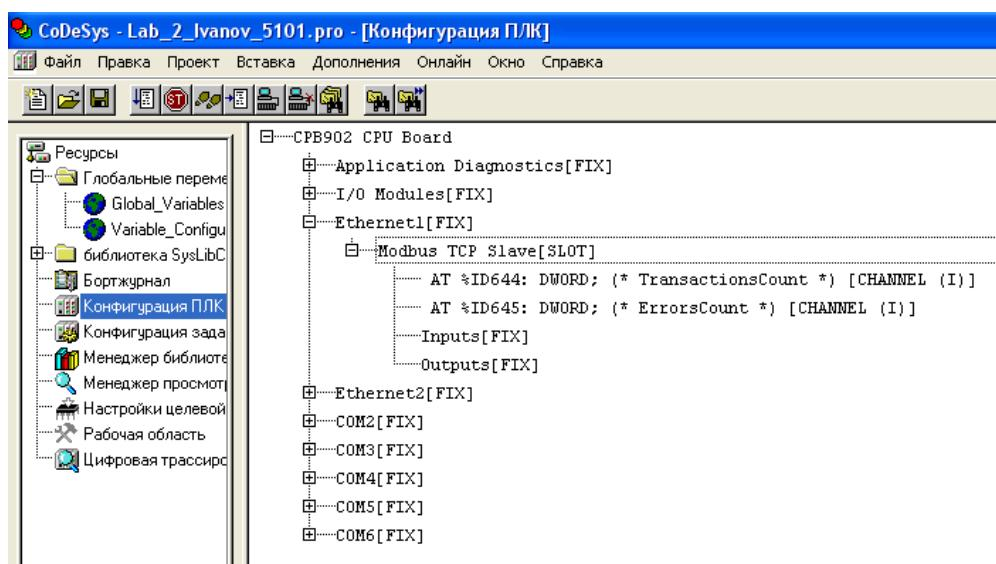

Рис. 26. К интерфейсу Ethernet1 подключен сервис подчиненного узла (сервера) Modbus
2.4.3. Раскрыть список параметров интерфейса **Ethernet1**. В исходном проекте к интерфейсу Ethernet1 уже был установлен параметр «**Modbus TCP Slave**», т.е. подключен сервис, реализующий функциональность подчиненного узла (сервера) Modbus. Проверить, что данный параметр не изменен (рис.26).
Области памяти контроллера СРМ902, отображаемые на множества регистров и битовых полей сервера MODBUS, описываются в секциях **Inputs** и **Outputs** в древовидном списке конфигурации сервера (рис. 26). Секция **Inputs** содержит список объектов доступа к данным, поступающим по сети от удаленных клиентов. Секция **Outputs** содержит список объектов доступа к данным для передачи в сеть. Перечень типов и назначение объектов данных области памяти контроллера СРМ902, отображаемых на множества регистров и битовых полей сервера MODBUS приведен в табл. 1.